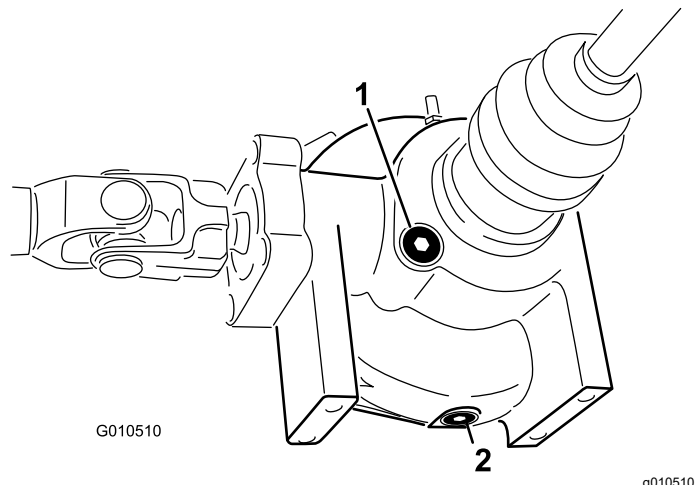

Figura 43
4. Curățați zona din jurul capacului de umplere/verificare de pe partea diferențialului (Figura 43).
4. Curăai zona din jurul buonului de golire din partea diferențialului (Figura 43).